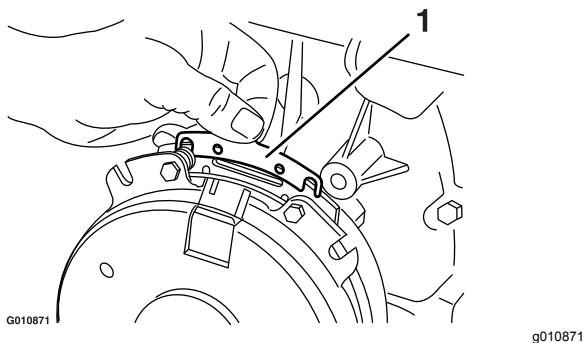

**Figura 59**
- A. Afloje ambos pernos de montaje del freno entre media y una vuelta, según se muestra en Figura 59.